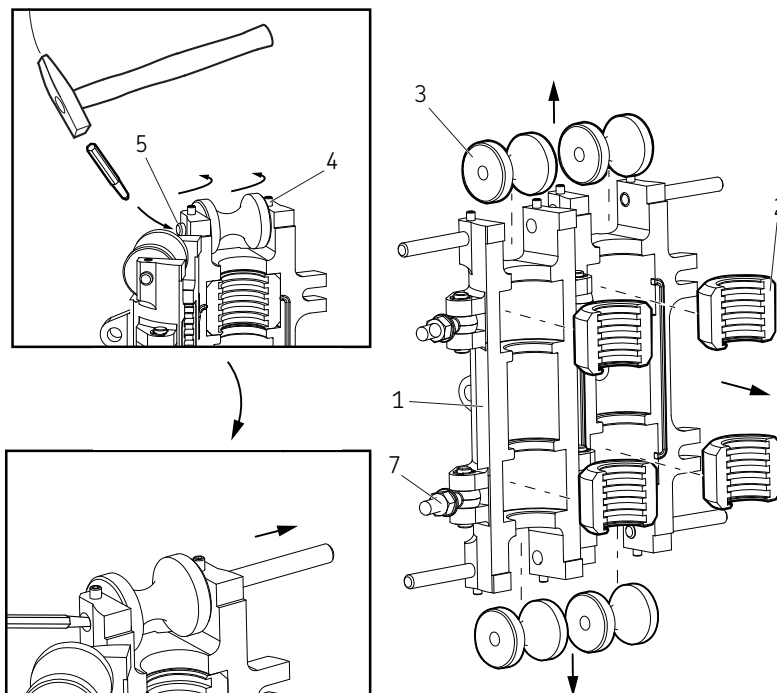

Fig. 4
For å utskifting av valser/forsegling, les Utskifting av valser/ forsegling, Fig. 4, s. 6.
- Løsne øyeboltene (7) på smøringsapplikatoren (1) (→ Fig. 4).
- Åpne smøringsapplikatoren (1).
- Bruk en unbrakonøkkel till å løsne unbrakoskruene (4).
- Slå stiften ut (5) med en hammer og et stålstempel eller liknende verktøy.
- Fjern valsen (3).
- Fjern forseglingen (2) fra forseglingsrommet.
Forseglingene (2) (→ Fig. 4) er laget for å være i kontakt med ståltauet for å sikre at smøremiddelet trenger inn.
Smøringsapplikatoren (1) er et vedlikeholdsverktøy og må kun være festet til ståltauet under smøringsprosessen. Hvis smøringsapplikatoren blir stående på ståltauet, kan dette skade forseglingen (2) (→ Fig. 4, s. 6).